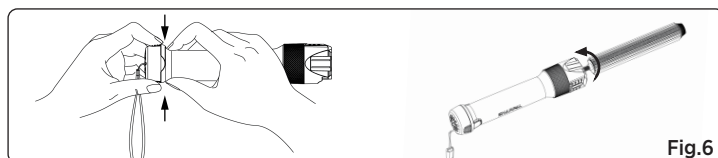

Fig.6
1. Premere sulla fibbia del cappuccio all'estremità di manico per aprirlo e rimuovere il supporto porta abrasivi dal manico. (Vedi Fig. 6).
2. Avvitare la filettatura del supporto porta abrasivi in senso orario nella parte inferiore del foro di montaggio (Vedi Fig. 6).